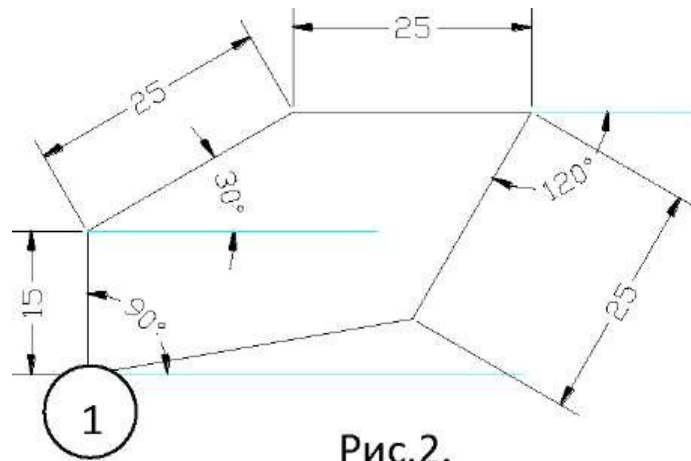

Рис.2.
### . По полярным координатам. (рис.2)
5. По направлению и длине. (рис.2)
Поводите мышью в направлении отрезка длиной 15 (рис.2) до появления линии отслеживания под углом 90 и удерживая мышшь на этом направлении введите с клавиатуры длину отрезка: